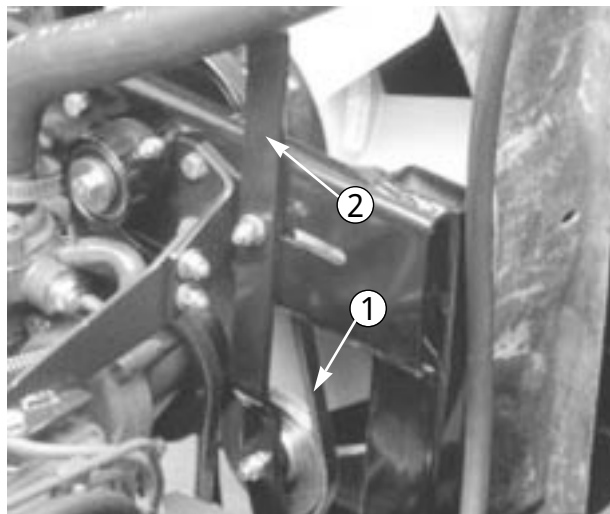

図 56
1. ベルトテンショナ・レバー（図56）のロックナットをゆるめる。